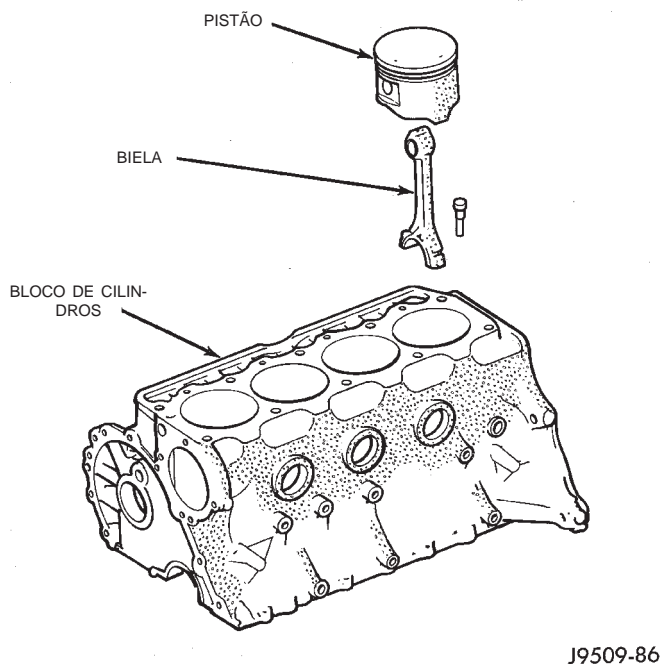

Fig. 65 Remoção do Conjunto da Biela e do Pistão
(11) Peça a um assistente para empurrar os conjuntos do pistão e biela para cima e através da parte superior dos cilindros (Fig. 65).